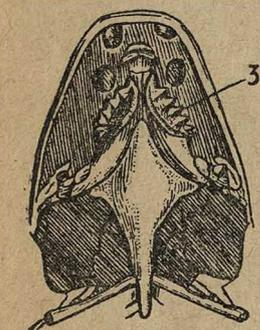

Рис. 5. Небные зубы рогозуба (*Neoceratodus*). Вид на череп снизу. 3—зубы.
*Рис. 5. Снятие кардиограммы с пациента при помощи струнного гальванометра Эйнтховена. Гальванометр расположен справа, на столе. Фотобумага помещается в камере слева от стола.*
вых). Это значит, что все построение Рабля рушится. Кроме того, уже в начале нынешнего столетия обратили внимание на целый ряд особенностей строения двоякодышащих вообще, заставивших откинуть предположение о возможности происхождения от них земноводных. В частности для двоякодышащих очень характерно чрезвычайно своеобразное, специализированное строение зубов (рис. 5). Очевидно сходство двоякодышащих по некоторым признакам с земноводными надо отнести за счет конвергенции (схождения признаков в процессе эволюции). Раз так, то единственными, от кого могли получить начало первые наземные позвоночные, остаются кистеперые (*Crossopterygii*). Правда последние, в свою очередь, берут начало от одного корня с двоякодышащими (работы Долло, Ватсона, Джиля и др.), так что разница в конце концов не столь уж велика.